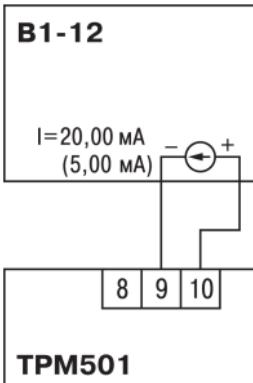

Рисунок 8.3 – Схема подключения
- Подключить ко входу (клещмы 8 – 10, см. рисунок 8.3) прибора вместо датчика дифференциальный вольтметр В1-12, включенный в режиме калибратора тока.